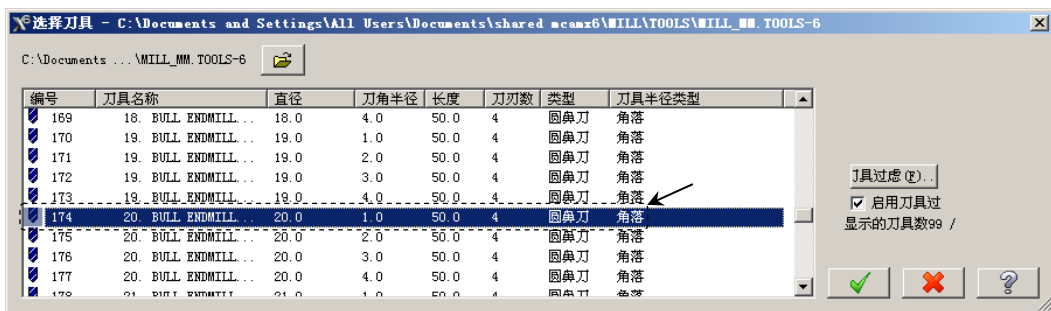

图 15.7 “选择刀具”对话框
(3) 单击  按钮，完成加工区域的设置，同时系统弹出“曲面粗加工挖槽”对话框。
Step5. 选择刀具。在“曲面粗加工挖槽”对话框中单击  按钮，系统弹出“选择刀具”对话框，在该对话框的列表框中选择图 15.7 所示的刀具。单击  按钮，关闭“选择刀具”对话框，系统返回至“曲面粗加工挖槽”对话框。